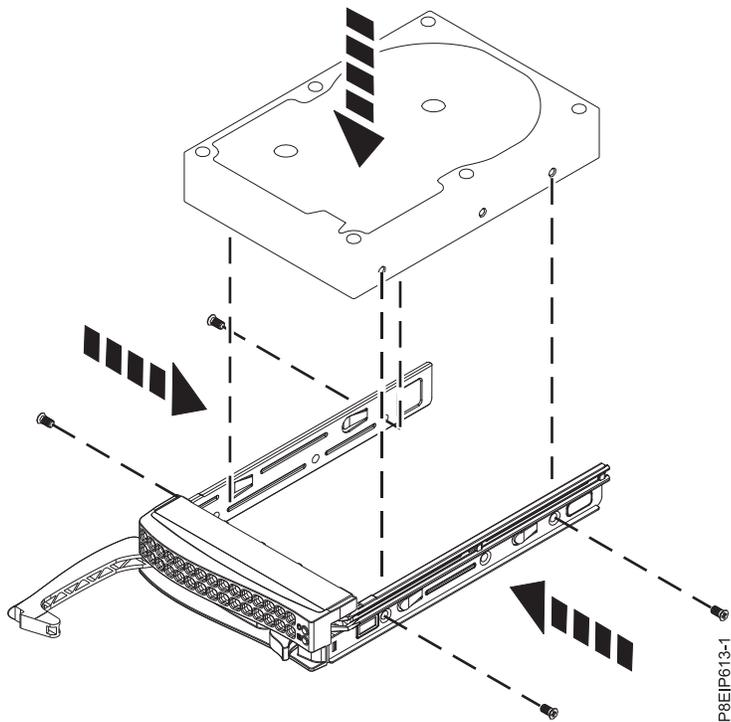

Abbildung 3. 3,5-Zoll-Plattenlaufwerk an der Laufwerkhalterung anbringen
2. Installieren Sie ein Plattenlaufwerk in der Laufwerkhalterung. Richten Sie das Plattenlaufwerk so aus, dass die Anschlüsse zur Rückseite des Laufwerks zeigen (siehe Abb. 3 auf Seite 6). Befestigen Sie das Plattenlaufwerk mit vier Schrauben (jeweils zwei auf jeder Seite) an den Seiten der Laufwerkhalterung.